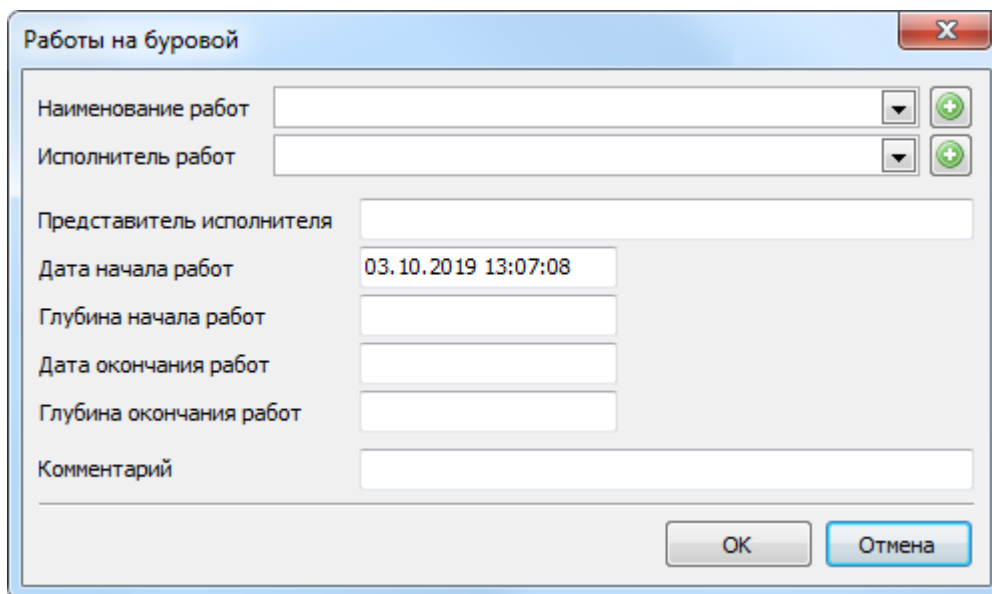

Рисунок 335. Диалог "Работы на буровой"
При редактировании записи журнала работа происходит в диалоге **"Работы на буровой"** (Рис. 335).
3. В появившемся диалоге, аналогичном диалогу при добавлении новой записи (Рис. 335), измените необходимые данные.